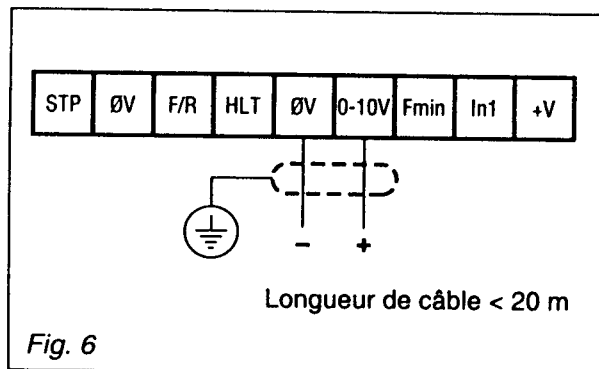

Fig. 6
4.3.2 - Par asservissement à une tension (fig.6)